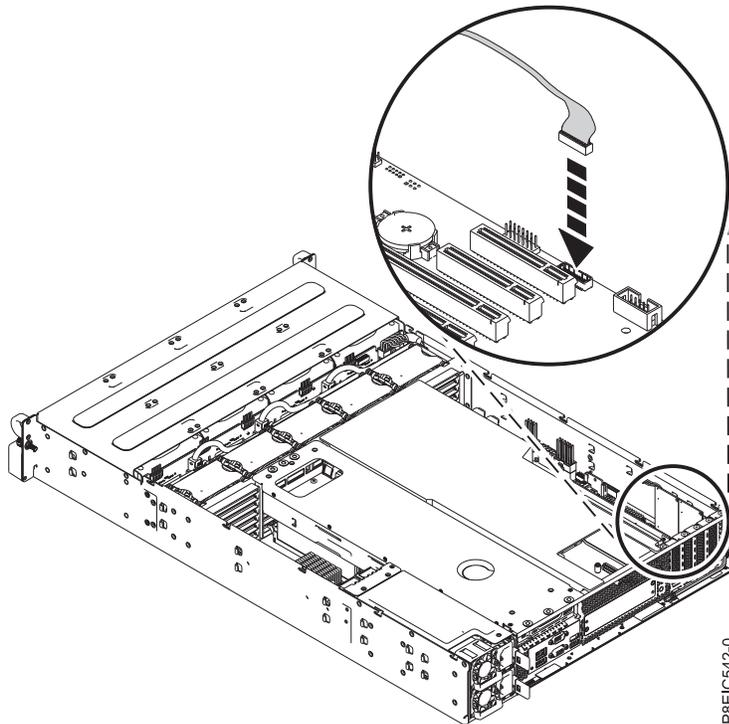

Figure 112. Connexion du cordon d'interface USB avant
8. Remettez en place le cordon d'interface USB avant dans le fond de panier système, comme illustré dans la figure 112.